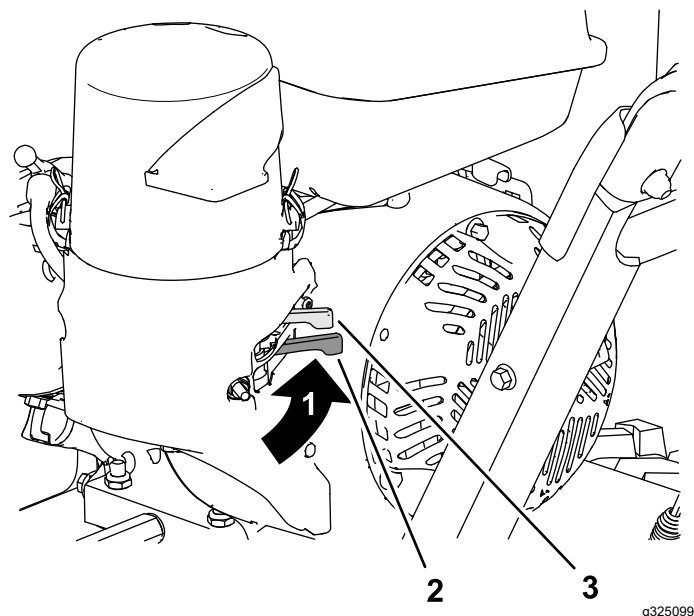

Figure 11
Tournez le robinet d'arrivée de carburant, situé sous le starter, vers la droite pour ouvrir l'arrivée de carburant (Figure 11).
2. Sur le côté arrière gauche du moteur, déplacez la commande de starter vers la gauche en position EN SERVICE. Si le moteur est chaud, laissez le starter en position HORS SERVICE (Figure 11).
6. Laissez chauffer le moteur quelques minutes, puis tournez la commande de starter vers la position HORS SERVICE (Figure 11).
- Le robinet d'arrivée de carburant vous permet de couper l'arrivée de carburant si vous n'avez pas l'intention d'utiliser la machine pendant plusieurs jours, lorsqu'elle est remise dans un local fermé, et pendant son transport d'un lieu à un autre (Figure 11).